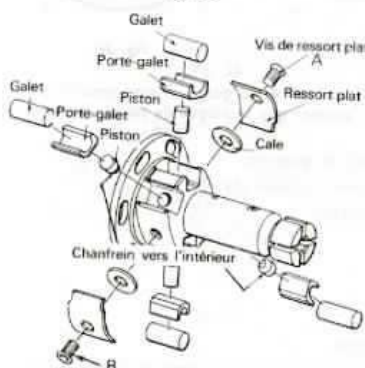

Fig. 31.
b) Sur pompe « DM 4 » (fig. 31).
Contrôle de la concentricité des galets (fig. 31 bis).
Fig. 31 bis.